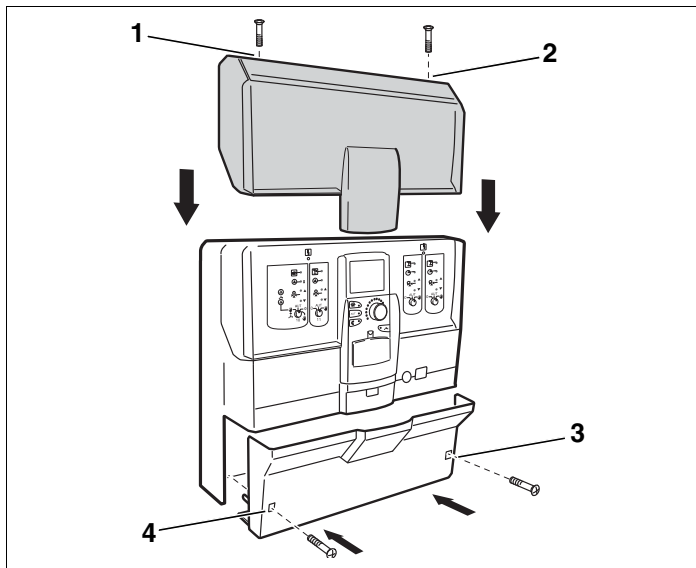

Рис. 10 Установка крышки корпуса и нижней крышки
- Заверните два винта на верхней крышке (→ рис. 10, [1] и [2]).
- Заверните два винта нижней крышки (→ рис. 10, [3] и [4]).